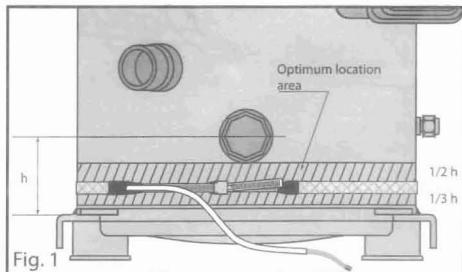

Fig. 1
- Install the heater at the lower part of the compressor where the oil is accumulated (below the sight glass) as shown on the pictures Fig. 1&2 above.
- Installer la résistance chauffante sur la partie basse du compresseur où l'huile est accumulée (voir dessin ci-dessus fig 1&2).
- Installare la resistenza nella parte più bassa del compressore dove è contenuto l'olio (sotto il livello della spia dell'olio) come mostrato nelle figure 1 e 2 sopra riportate.